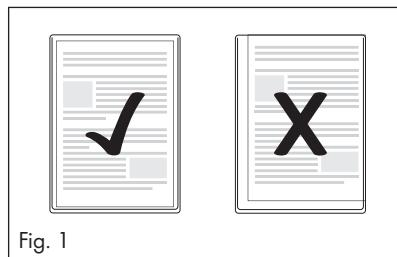

Fig. 1
- Tenere presente che tutti i margini del documento devono avere almeno due millimetri di distanza dal margine della tasca di pellicola, come indicato in Fig. 1.
- Tenere presente che tutti i margini del documento devono avere almeno due millimetri di distanza dal margine della tasca di pellicola, come mostrato in Fig. 1.